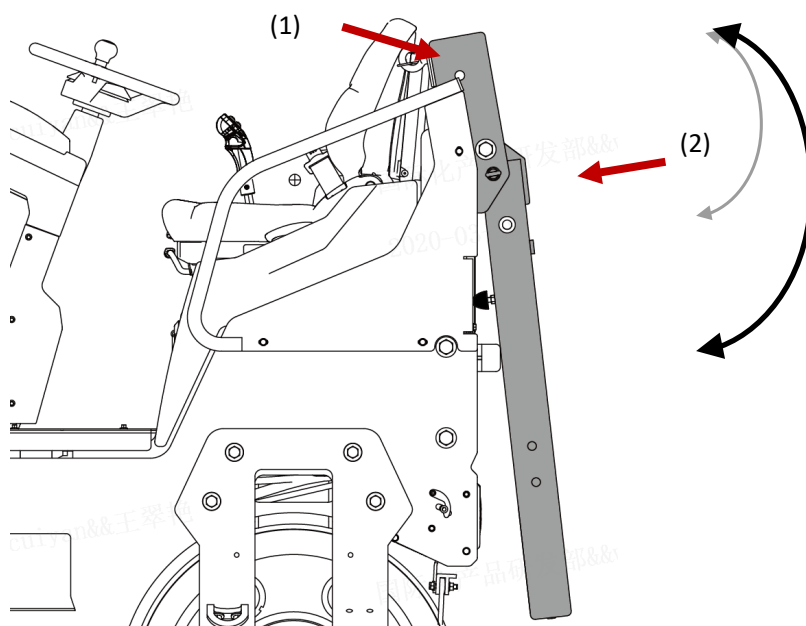
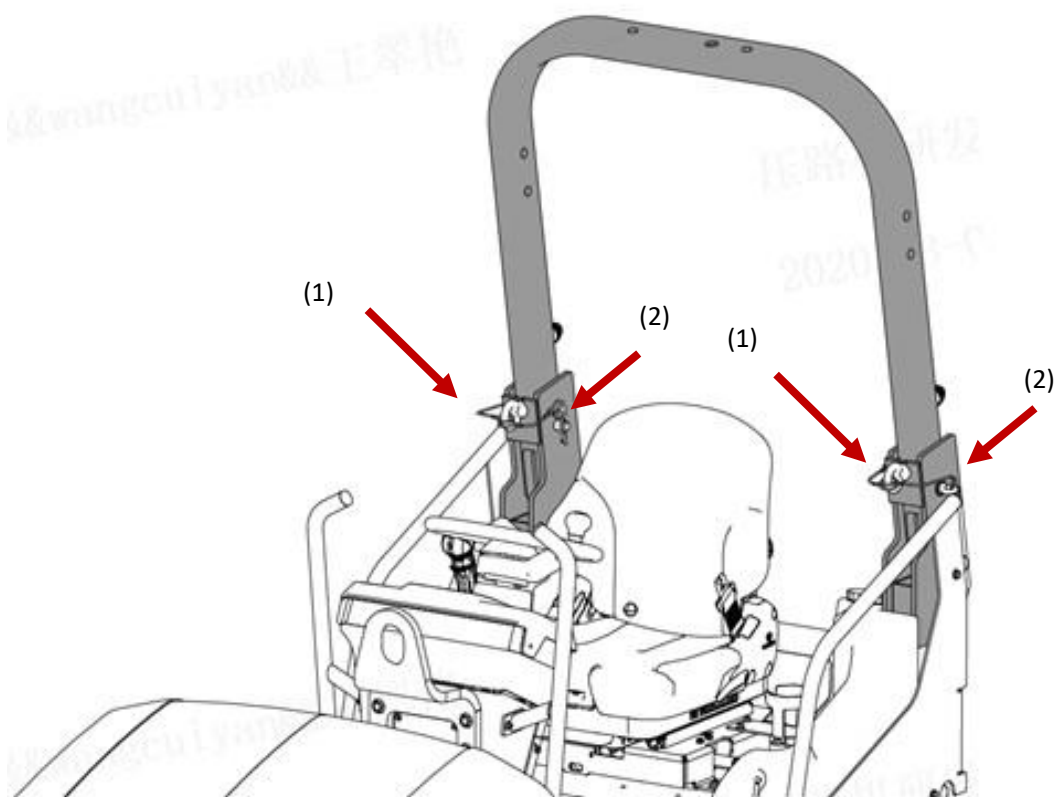
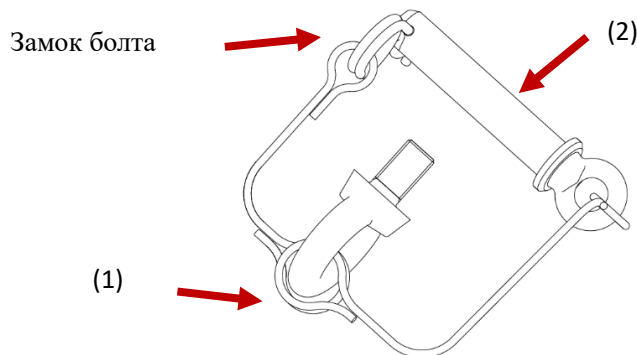

Рисунок 4-8: Рама защиты от опрокидывания в сложенном положении для удобства перевозки
Рисунок 4-9: в процессе всех операций следует вертикально закрепить раму защиты от опрокидывания
Рисунок 4-10: Стопорный штифт рамы защиты для опрокидывания
- ➔ Отвинтить рым-болт (1) и снять стопорный штифт (2) (см. рисунок 4-9).
- ➔ Снова вставить стопорный штифт (2), чтобы закрепить раму защиты от опрокидывания в вертикальном положении.
- ➔ Вставить стопорный штифт (2) с помощью винта (см. рисунок 4-10).
- ➔ Ввернуть рым-болты (1) обратно в раму защиты от опрокидывания.
(См. рисунок 4-8, рисунок 4-9, рисунок 4-10)
- ➔ Ослабить рым-болт (1) на обеих сторонах рамы защиты от опрокидывания.
- ➔ Разобрать стопорный штифт (2), сложить назад раму защиты для опрокидывания.
- ➔ Снова установить стопорный штифт и рым-болт, чтобы удерживать сложенную раму защиты от опрокидывания на подходящем положении, рисунок 4-8.